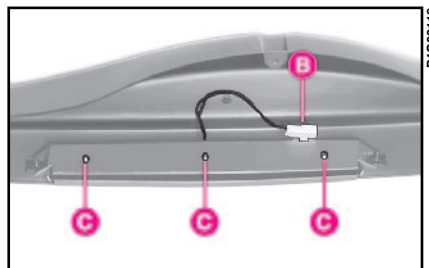

fig. 32
2) desenchufe la conexión **B-fig. 32** y afloje los 3 tornillos **C** de fijación del grupo óptico;